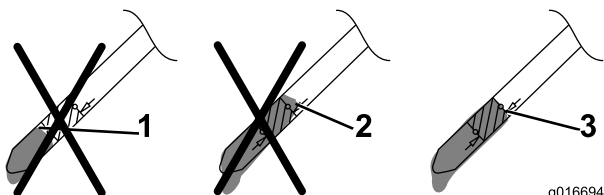

Figura 7
5. Retire a vareta e verifique o nível de óleo na vareta (consulte Figura 7).
- Se o nível de óleo estiver demasiado baixo, adicione uma pequena quantidade de óleo lentamente para o tubo de enchimento e volte repetir os passos 3 a 5 até o nível de óleo estar correto (ver a Figura 7).